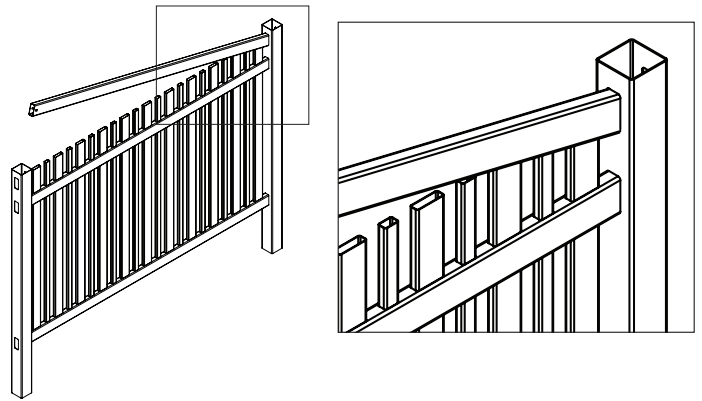

fig. 8
**ÉTAPE 6** – Suivez la procédure de l'étape 5 pour insérer le rail supérieur dans le trou du poteau. Placez soigneusement la traverse supérieure sur les piquets, en veillant à ce que chaque piquet glisse dans les trous percés dans la traverse supérieure (fig. 8). Une fois le rail solidement fixé, les piquets formeront un panneau complet.